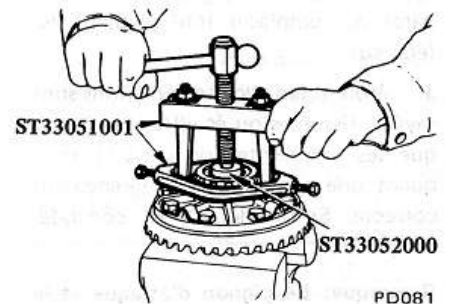

Fig. PD-47 Dépose d'un roulement de différentiel
7. Pour déposer les roulements latéraux du différentiel, utiliser l'extracteur spécial ST3305S001 (constitué de ST33051001 et de ST33052000). Voir figure PD-47.